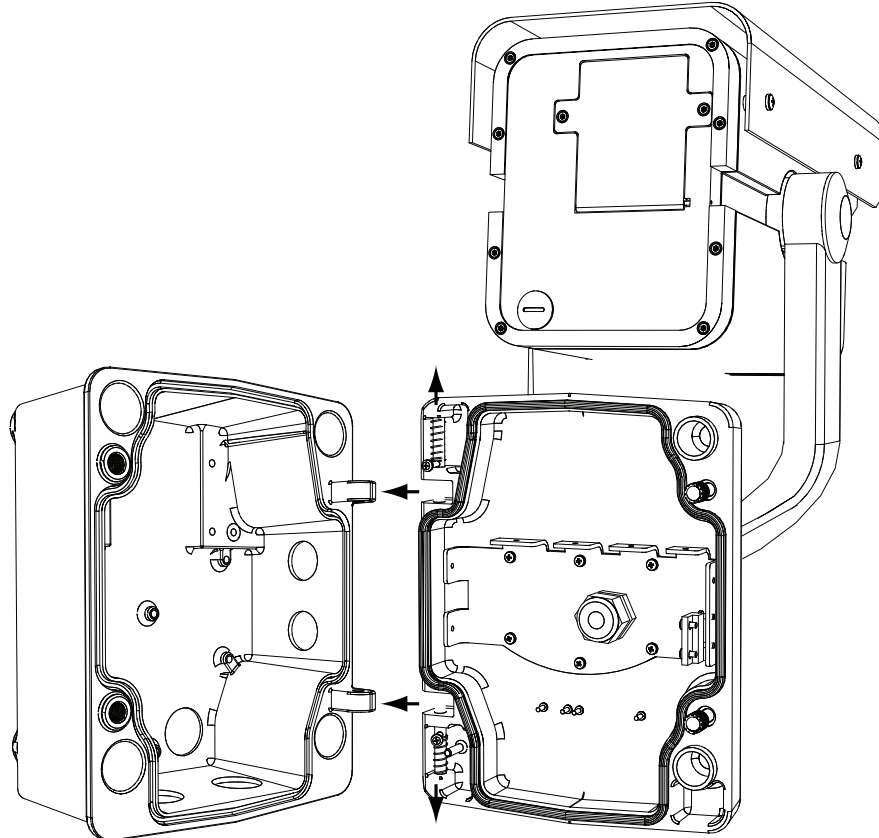

Figure 2.2 Alignement des charnières de boîtier de caméra
3. Coupez et dénudez les fils tout en gardant une longueur suffisante pour atteindre les bornes du connecteur dans la boîte, sans toutefois risquer qu'ils ne soient pincés. Reportez-vous à la *Figure 2.2, Page 8* ci-dessus pour connaître l'emplacement des connecteurs.
3. Tout en maintenant la charnière supérieure ouverte, alignez les charnières supérieure et inférieure du bras de la caméra sur les charnières correspondantes de la boîte de jonction. Consultez la *Figure 2.2* ci-dessus.